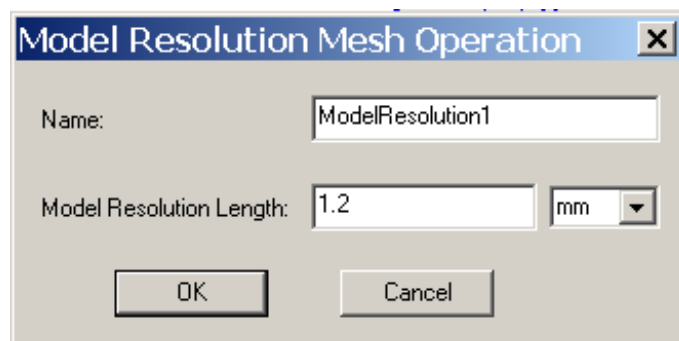

Рис. 12.34. Диалог задания параметра «Разрешение модели»
3. Появится диалог **Model Resolution Mesh Operation** (рис. 12.34).